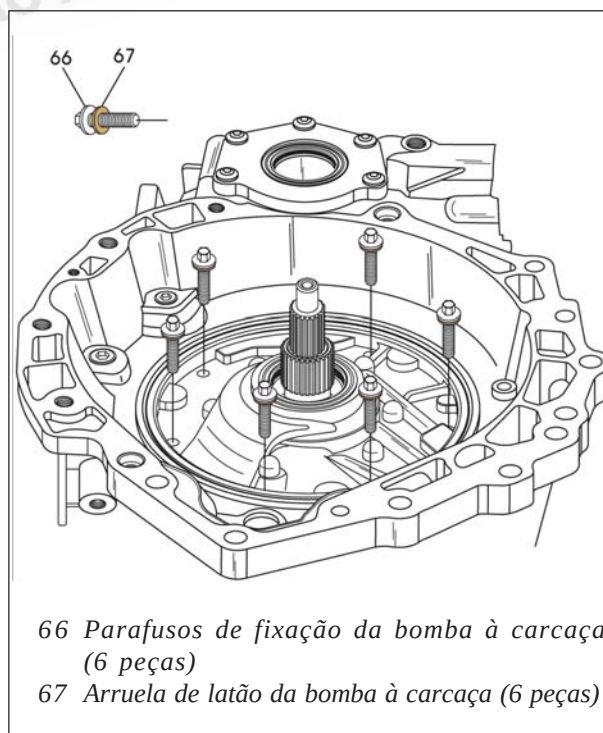

Figura 60
37. Remova os seis parafusos de fixação da bomba de óleo, conforme indicado na figura 60, utilizando uma chave soquete de 8 mm.